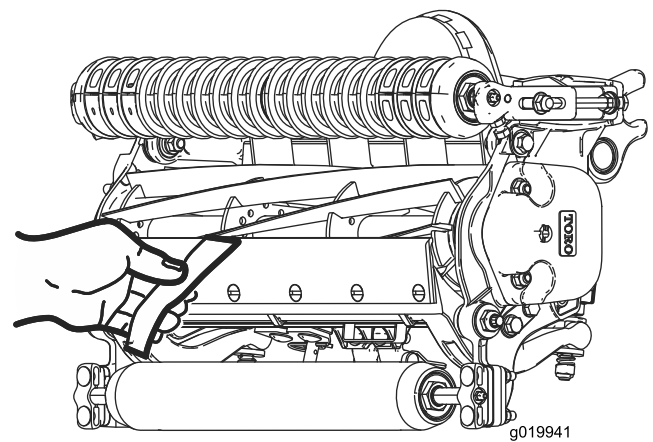

Figura 20
2. Teste o desempenho de corte inserindo uma fita comprida de desempenho de corte (Número de peça Toro 125-5610) entre o cilindro e a lâmina de corte, perpendicular à lâmina de corte (Figura 20). Lentamente rode o cilindro para a frente; deve cortar o papel.